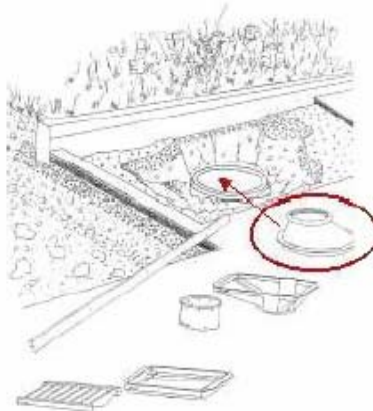

Fig. 1.3.1
■ La pieza T-102 se coloca directamente sobre la base de cemento. (ver Fig. 1.3.1)